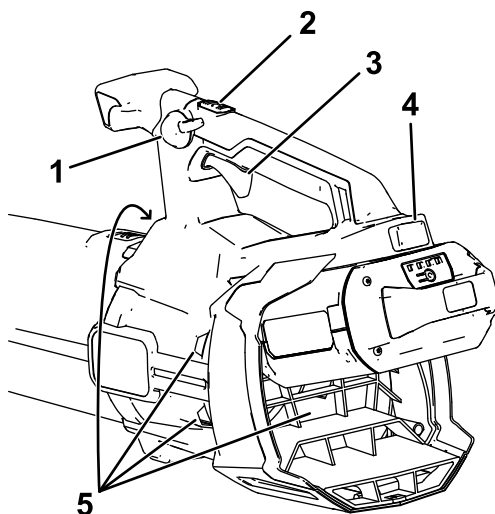

Figure 9
4. Pour mettre le souffleur en marche, serrez la gâchette de vitesse variable (**Figure 9**).
Remarque: Enclenchez le blocage de vitesse pour garder l'appareil en marche sans avoir à appuyer sur la gâchette de vitesse variable (**Figure 9**).
Pour régler le débit du souffleur en marche, serrez la gâchette de vitesse variable (Figure 9).
Pour maintenir le débit d'air actuel, engagez le blocage de vitesse (Figure 9).
Pour obtenir des performances maximales, appuyez sur la gâchette de vitesse variable, puis sur le bouton Turbo Boost pour activer la fonction Turbo Boost (Figure 9).
Pour arrêter le souffleur, déverrouillez le blocage de vitesse (le cas échéant) et relâchez la gâchette de vitesse variable (Figure 9).